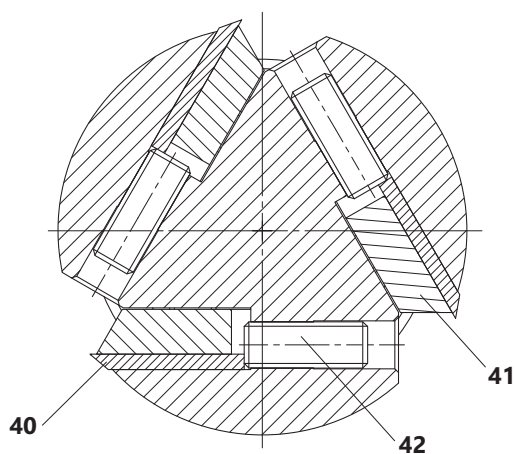
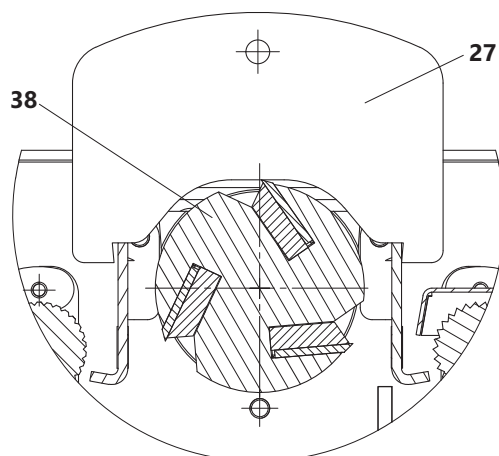

Рис. 21 Регулировочное устройство
Рис. 22 Схема регулирования ножей
- закручиванием/выкручиванием винтов 42 (рис. 21) шестигранным ключом 16 (таблица 2) отрегулировать ножи 40 так, чтобы острие ножа касалось нижней части установленного шаблона 27 (рис. 22);